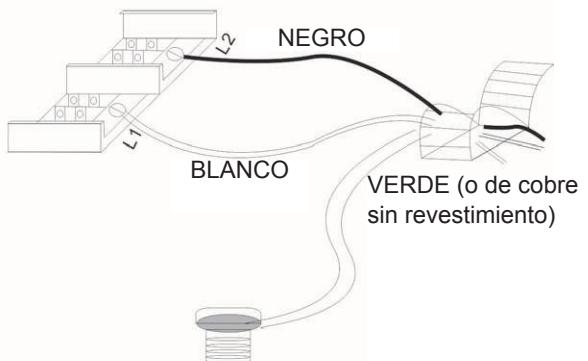

Figura 7
3. Conecte el cable al bloque de terminales de alimentación ubicado en la base del calefactor; consulte la figura 7.